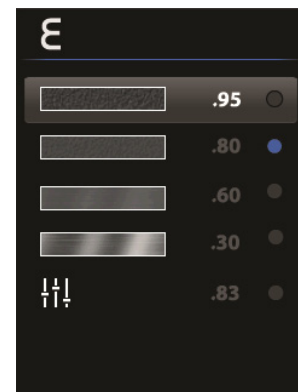

Abb. 9-6 Voreingestellten
3. VOREINGESTELLTE EMISSIONSGRADE: Verwenden Sie die Pfeiltasten, um einen der voreingestellten Emissionsgrade (95, 80, 60, 30) auszuwählen; siehe Abb. 9-6. Bestätigen Sie Ihre Auswahl mit der Taste . Das Gerät kehrt dann zum Einstellungsmenü zurück.